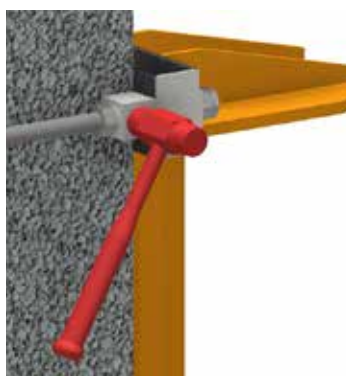

fig.41
6. Por medio de un mazo, haga adherir perfectamente la superficie de los dados de contraste 6 en la superficie del pilar (fig. 41).